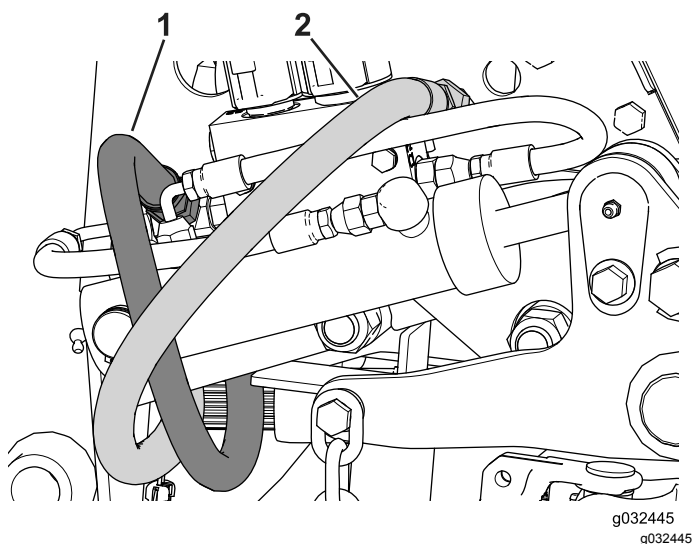

Figure 55
3. Placez un bac de vidange suffisamment grand sous le distributeur et débranchez les flexibles hydrauliques qui y sont raccordés (Figure 55).